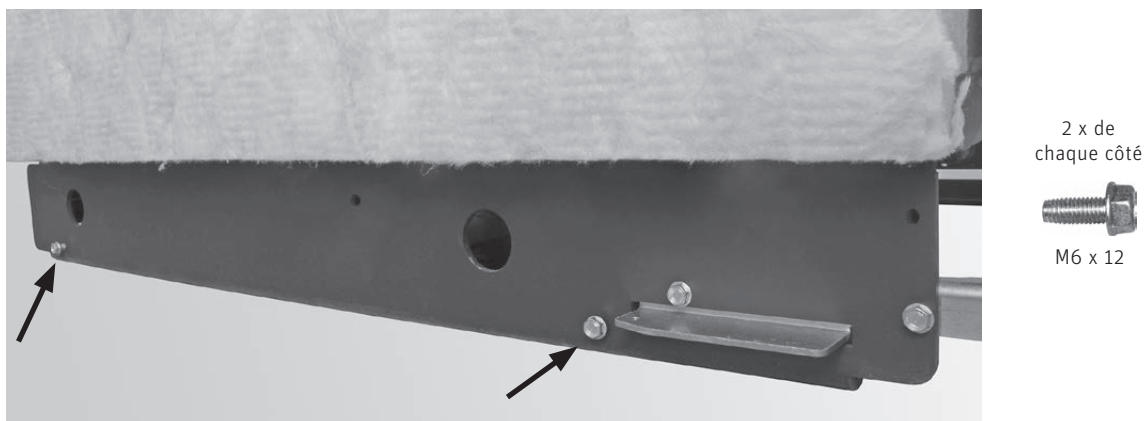

Fig. 47 Visser à moitié 2 vis TT de taraudage par déformation M6 x 12 à gauche et à droite du socle
- ▶ Insérer 2 vis TT de taraudage par déformation M6 x 12 à gauche et à droite du socle, mais ne les visser qu'à moitié – Fig. 47.